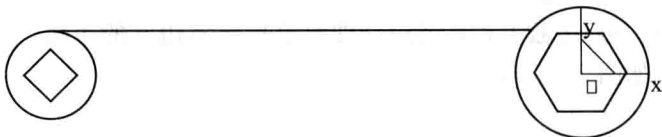

图 2-1-5 绘制切线
- (1) 单击“直线”按钮 , 或选择菜单“造型”→“曲线生成”→“直线”命令, 在立即菜单中选择“两点线”、“单个”、“正交”、“长度方式”, 输入长度“100”, 输入直线第一点的坐标(-120, 10), 单击鼠标左键确定。
(3)单击“曲线裁剪”按钮,或选择菜单“造型”→“曲线编辑”→“曲线裁剪”命令,在立即菜单中选择“快速裁剪”、“正常裁剪”,用鼠标拾取图形中需裁剪的线段,如图 2-1-5 所示。